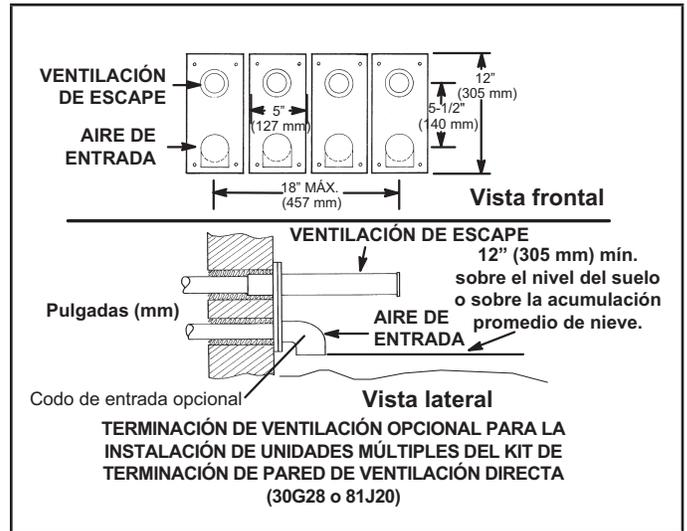

FIGURA 36
- 8 - Una instalación de calefactores múltiples puede utilizar un grupo de hasta cuatro terminaciones ensambladas juntas horizontalmente, como se muestra en la FIGURA 36.